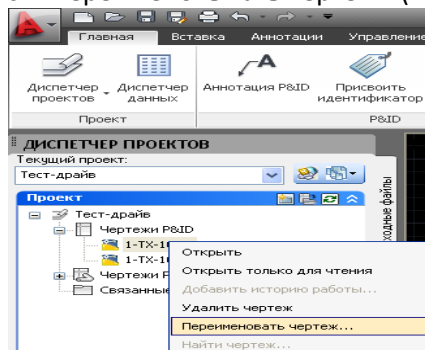

Рис. 4
- переименовывать чертежи (Рис. 4);